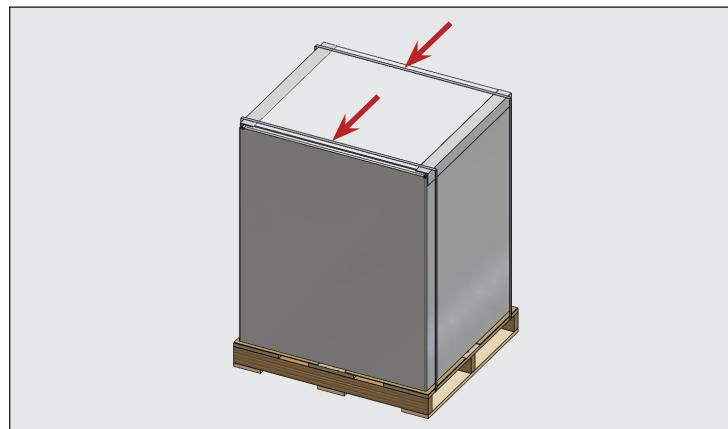

Fig. 1. Depósito de almacenamiento de hielo embalado. Corte las correas señaladas.
2. Corte las correas. Consulte la fig. 1.